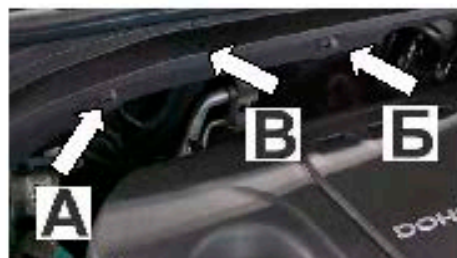

Рис.1
1. Скрутить болты А и Б со шпилек, извлечь болт В, (Рис.1).